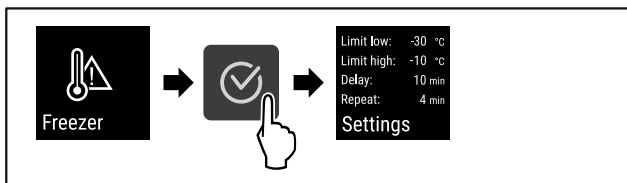

Fig. 102
- ▶ Atlikite veiksmus (žr. Fig. 102) .